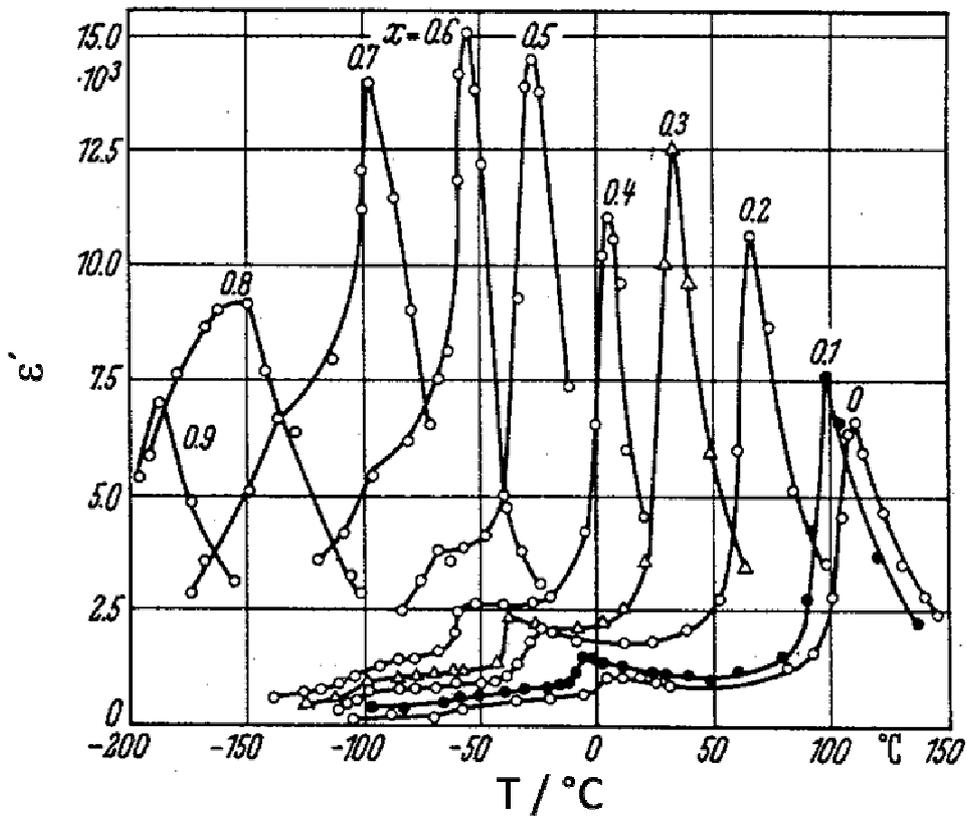

Bild R3-4: $Ba_{1-x}Sr_xTiO_3$ – Permittivität ϵ' über Temperatur T , Parameter: x , Frequenz $f = 740\text{kHz}$
c) Aus welcher der in Bild R3-4 angegebenen Zusammensetzungen wurde die Probe hergestellt? (1 Punkt)
Es gibt in Bild R3-4 zwei Zusammensetzungen bei denen $\epsilon' = 4254,2$ bzw. 4200 (aus Hinweis) bei 23°C erfüllt ist: $x = 0,3$ und $x = 0,4$. Da das Material bei Raumtemperatur ferroelektrisch ist (Hysterese), ist die einzig mögliche Lösung $x = 0,3$.
d) Bestimmen Sie die mit Hilfe von *Bild R3-4* die ferroelektrische Umwandlungstemperatur T_C des Materials $\text{Ba}_{0,9}\text{Sr}_{0,1}\text{TiO}_3$, sowie seine Curie-Konstante.